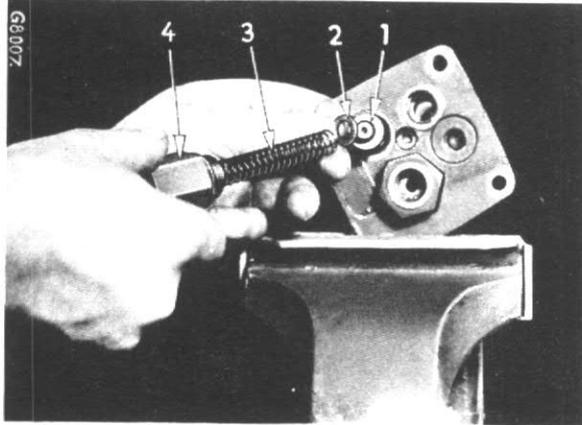
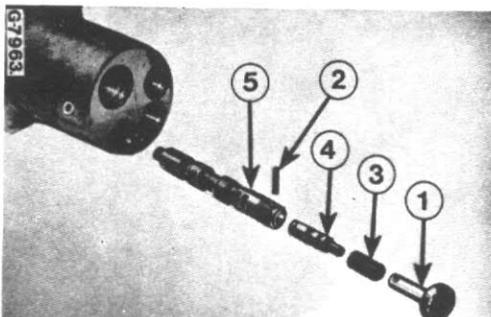

Fig. 40
Fig. 41
Dévissez le bouchon (4, Fig. 40) et sortez le ressort du tiroir (3) et la rondelle de ressort (2). Enlevez le circlip et la rondelle d'arrêt (1).
Vérifiez si les ressorts (3, Fig. 40) et (3, Fig. 41) sont conformes aux "Spécifications".